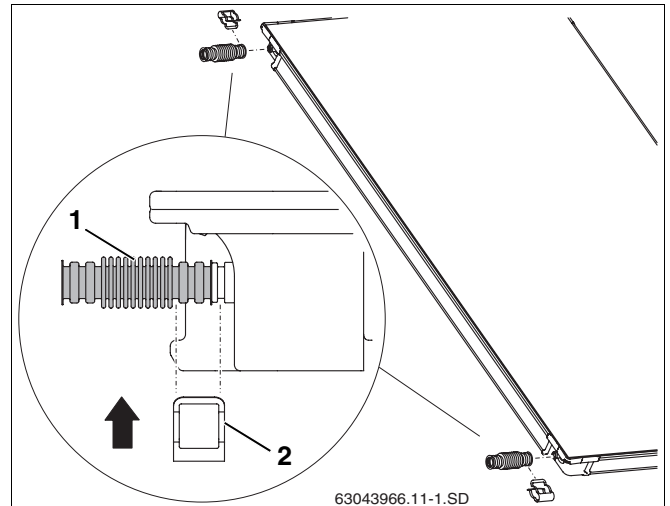

Fig. 45 Montaje de la unión de tubo ondulado al primer colector
- ▶ Monte las uniones de tubo ondulado (fig. 45, **pos. 1**) sobre las conexiones a la izquierda del primer colector.
- ▶ Deslice la abrazadera (fig. 45, **pos. 2**) sobre la unión del tubo ondulado y la conexión del colector para asegurar dicha conexión.